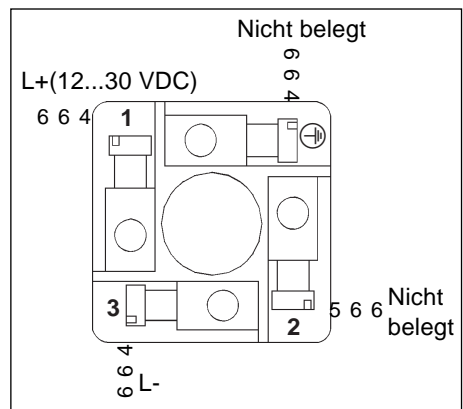

Fig. 3.3 Anschluss 8225 mit Stecker
3. Gemäss Anschlussbelegung (Fig. 3.3) beschalten.